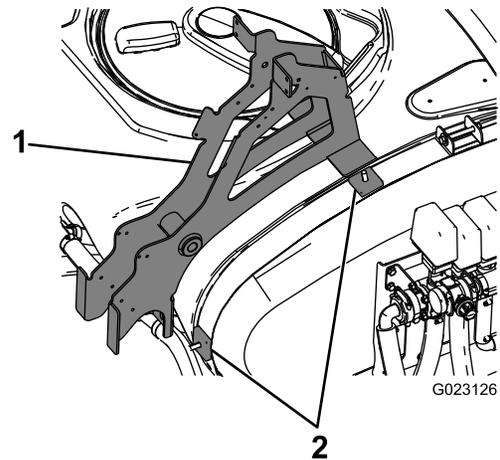

Figura 3
6. Instale a estrutura de suporte principal sobre os espaçadores quadrados e parafusos de carroçaria como se mostra em Figura 3.
5. Monte os 2 espaçadores quadrados sobre os parafusos de carroçaria previamente instalados (Figura 3).